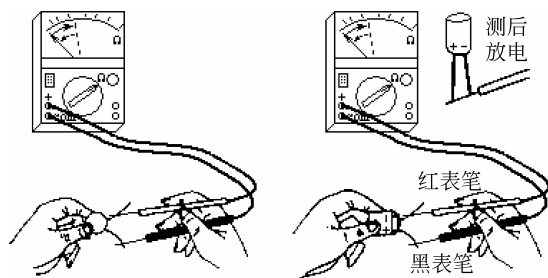

图 3-3 电容器的测量
(4) 电容器测量。对电容器的测量,一般是用万用表 $R\times 1\text{k}\Omega$ 挡测量其性能和好坏,如图 3-3 所示。测量容量较大的完好电容器(5000pF 以上)时,万用表的指针将迅速右摆,然后逐渐返回左端,指针停止时所指电阻值为此电容绝缘电阻。绝缘电阻越大越好,一般应接近 ∞ 。若指针不动,说明电容器已断路;若指针摆动后不返回,则电容器漏电严重,均不能使用。测试较小容量(5000pF 以下)电容时,表针基本不动。